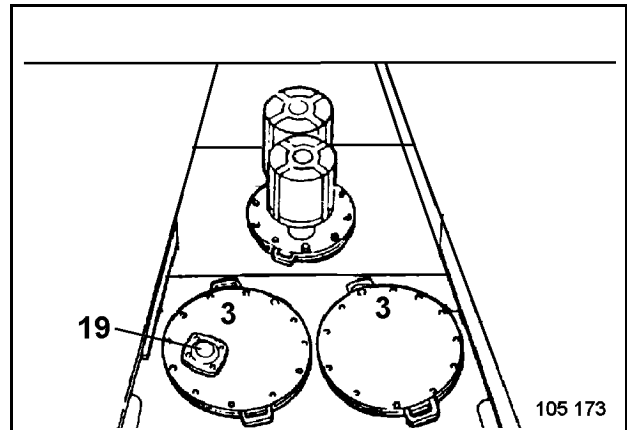

Fig. 3-68:
- Deckel (19, Fig. 3-68:) abnehmen.
- Vor der Montage des Deckels (19) den Dichtring prüfen, bei Beschädigungen erneuern.